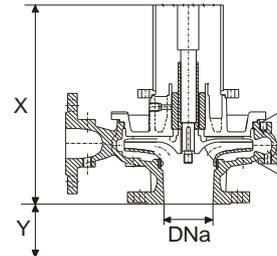

Fig. 2: Cuota para el calculo del nivel mínimo
3. Poner en marcha la bomba solamente después de sumergirla en el recipiente garantizando un nivel de líquido mínimo de manera que se evite el funcionamiento en seco de los bujes (tab.1, fig.2).